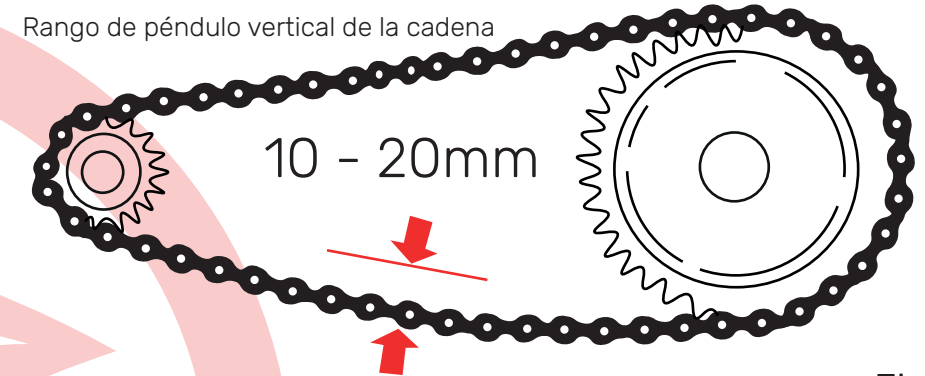

Fig. 1
2. Ajuste verticalmente la cadena entre los dos piñones debe estar dentro de 10-20mm (Fig.1).
3. Para ajustar gire la tuerca de ajuste, ① después de la inspección, apriete la tuerca del eje del piñon y la tuerca del eje del vehpiculo (el par de torsión de la tuerca del eje del vehículo (el par de torsión de la tuerca del eje del vehículo: 80-100 N.m.).